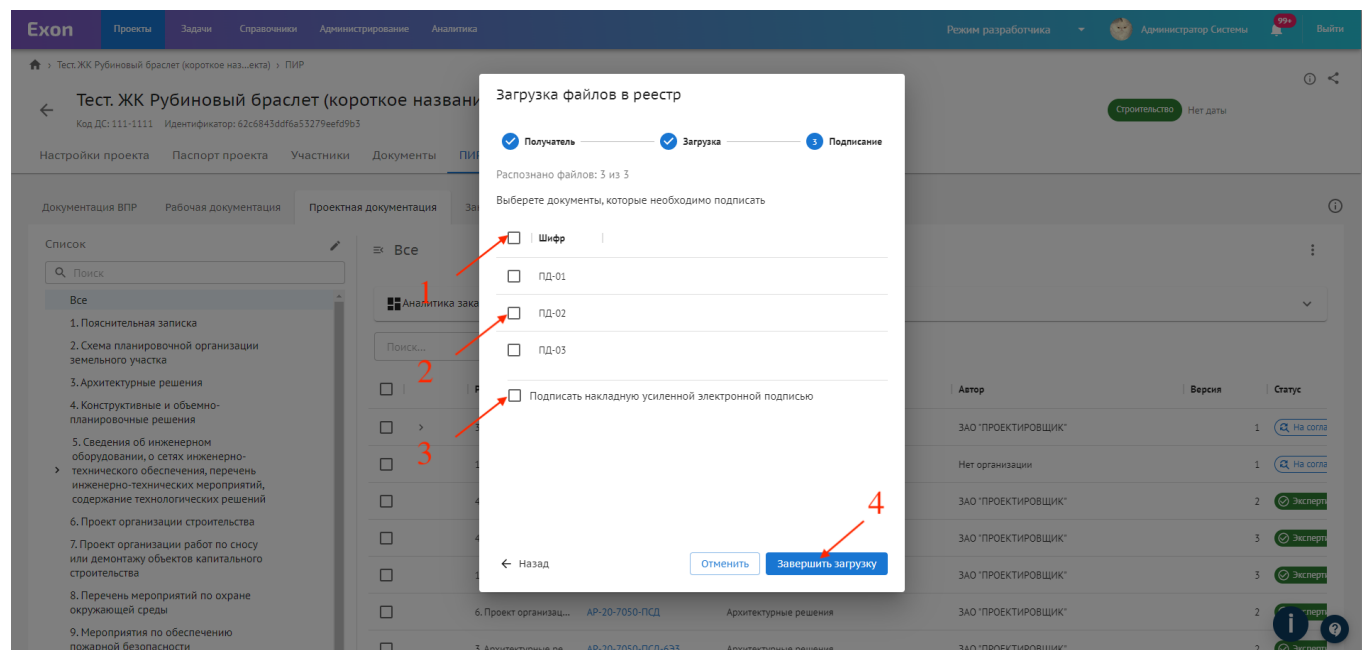

Рис. 69 - Подписание документов при массовой загрузке и завершение загрузки
8.3. Так же, после успешной загрузки документации, есть возможность подписать документы массово (1) или точно, отжав чек-бокс (2) и подписать одну общую накладную на все передаваемые комплекты (3), которая формируются при передаче на этапе массовой загрузки документации. Обращаем внимание, что при массовом подписании и передачи комплектов на согласование, проставление QR-кода в документации не предусмотрено. По окончании загрузки документации
нажать на «Завершить загрузку» (4), данное действие также доступно и без подписания (рис. 69);